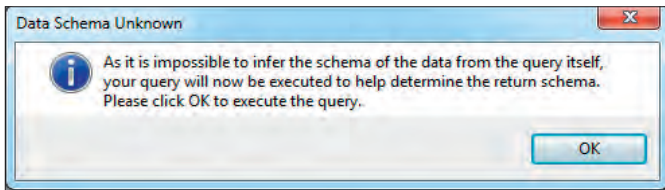

Рис. 16. Окно сообщения
1. Нажмите *OK*. Вы увидите следующее сообщение (рис. 16).